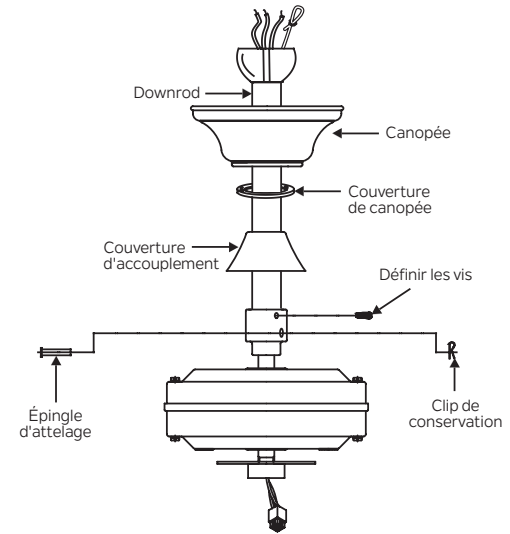

Fig. 9
Étape 8. Glissez le couvercle d'accouplement, le couvercle de la canopée et la verrière sur la tige descendante. (Fig. 9)